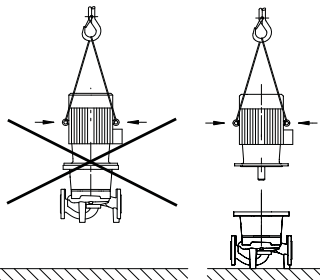

fig. 5: Bevestigen van de motor
- De transportogen aan de motor zijn alleen bestemd voor het transport van de motor, niet van de gehele pomp (fig. 5).